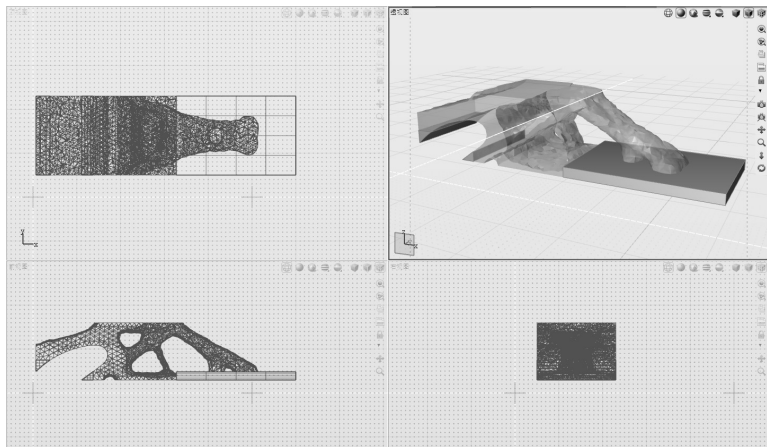

图 9-30 观察导入模型
5) 观察导入 Evolve 的模型, 如图 9-30 所示。用户可以考虑使用 NURBS 曲面建模方式, 也可以使用 PolyNURBS 建模方式。根据之前学习建模的经验, 整体较为有机的造型可以优先考虑 PolyNURBS 建模。